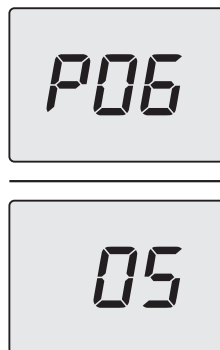

Figura 5.32
- Scorrere i vari parametri utilizzando i tasti 12 (indietro) o 14 (avanti) fino a far apparire sul display LCD le lettere **P06** che si alternano con il valore del parametro (Figura 5.32).